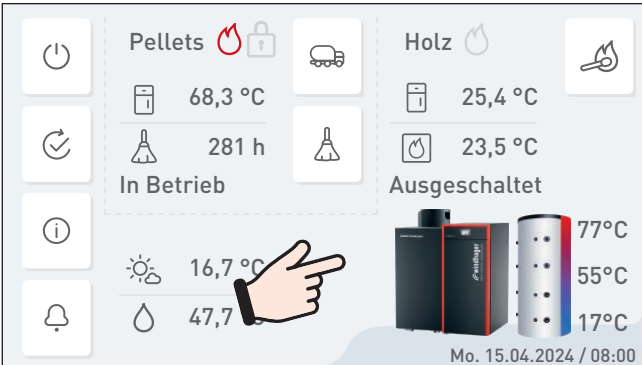

Fig. 42 Startscreen
- ▶ Durch kurzes Drücken auf den InfoWIN Touch wird das Display eingeschaltet, dann auf Startscreen drücken – Fig. 42.